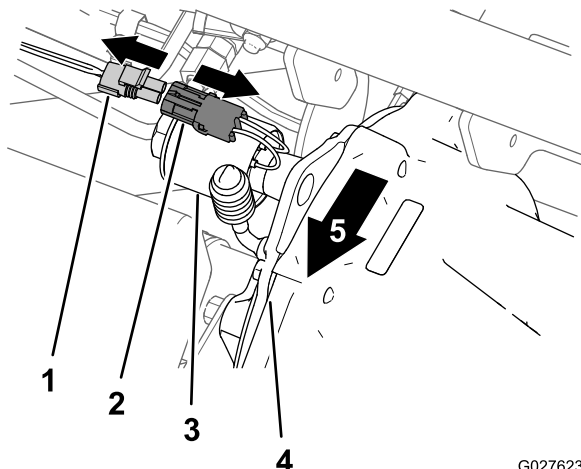

Figura 6
1. Desligue o conector de dois pinos da cablagem da máquina do conector de cablagem de duas tomadas do solenóide do diferencial (Figura 6).